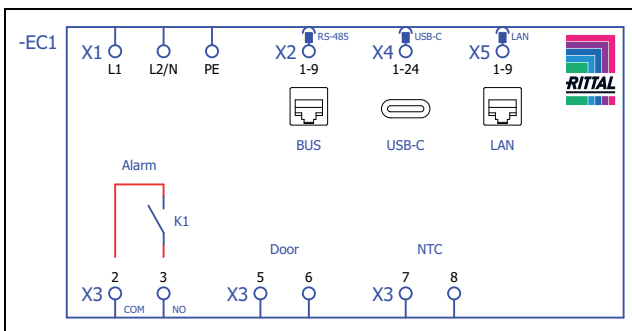
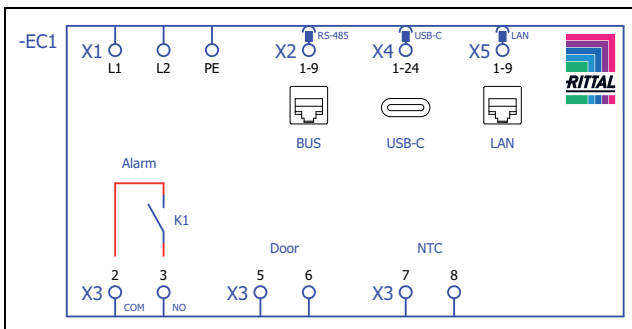

Abb. 45: Anschlusschema SK 347800, SK 347801, SK 347980, SK 347981, SK 348080, SK 348480
Abb. 46: Anschlusschema SK 348484
- Entnehmen Sie aus dem Versandbeutel den Netzstecker und stellen Sie gemäß der zugehörigen Anschlusskennzeichnung die Netzversorgung her (Abb. 45 bzw. Abb. 46).